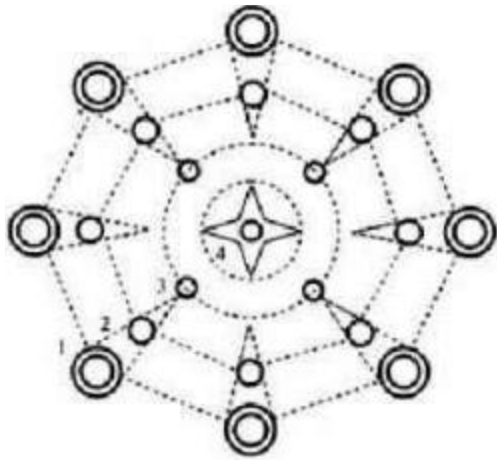

图1：花样喷泉的示意图
1、花样喷泉示意图如图1所示：图中4号为中间喷头，3号为内环喷头，2号为中环喷头，1号为外环喷头。